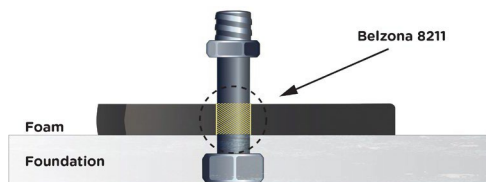

Abbildung 3 – Isolierung der Schrauben mit **Belzona 8211**
- Die Schrauben isolieren, um einen Kontakt mit **Belzona 7111** nach dem Vergießen zu verhindern. Dazu die Schrauben mit Klebeband umwickeln, mit einer Rohrisolierung versehen oder einfach wie in Abbildung 3 mit **Belzona 8211** imprägnieren.